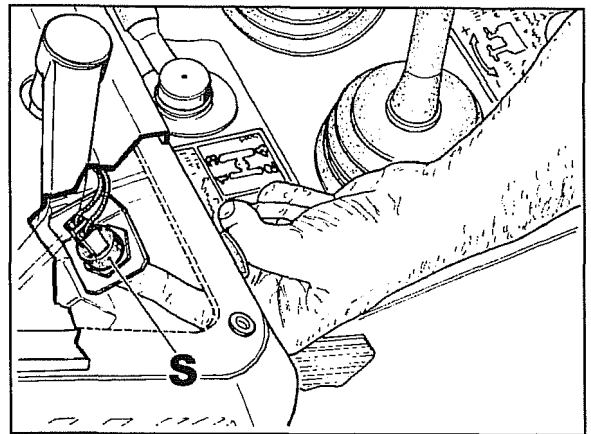
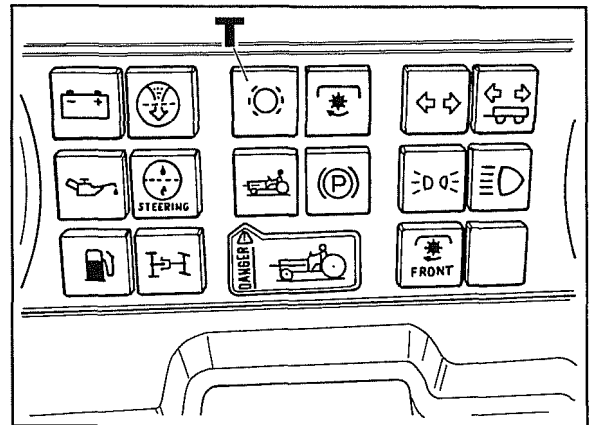

Abb. 10
Abb. 11
- Hinweis** - Die Prüfung der elektrischen Funktionstüchtigkeit des Sensors ist nicht erforderlich, weil ein etwaiger Kurzschluß von der Kontrolleuchte **T** Abb. 11 des Steuergeräts durch zwei Blinkvorgänge, denen eine Pause folgt, gemeldet würde. In diesem Fall ist der Sensor zu ersetzen. Nach diesen Prüfungen geht man, wenn man keine Probleme findet, zur Prüfung der Relais über.
- 14 Bei eingeschaltetem Zünd-Anlaßschalter den Rückstellknopf **S** Abb. 10 drücken, wobei man durch den Schlitz des Hebels der Zapfwellenkupplung vorgeht und den Knopf solange gedrückt hält, bis die entsprechende Kontrolleuchte **T** Abb. 11 ausgeht.